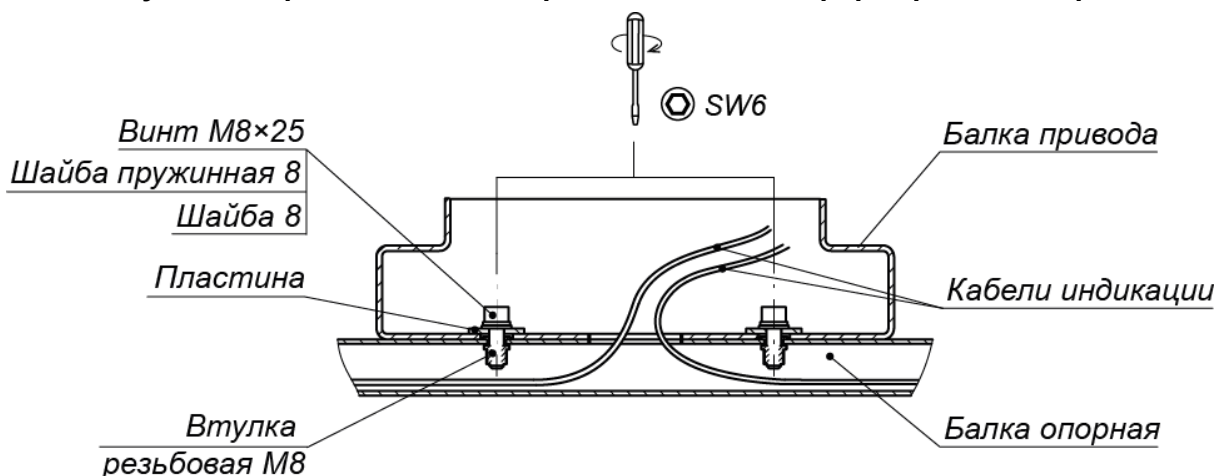

**Рисунок 15. Крепление балки опорной к секциям формователя прохода**
- Установите секции (6) формователей прохода на установочную поверхность, ориентируя отверстия в опорных фланцах по расположению анкеров. При этом левая и правая секции каждого ИУ турникета должны быть правильно выставлены и сориентированы: блоки индикации формователей должны быть развернуты наружу (см. рис. 2) и учтено расположение на секциях мест крепления опорной балки (см. рис. 15).
14. Установите балки опорные (7) на секции (6) формователей прохода, каждую в следующем порядке (см. рис. 15):
15. Распакуйте балку привода (9) с крышкой (10) (ящик №1).
16. Произведите монтаж балки привода (9) (работайте вдвоем!):
- Снимите крышку (10) с балки привода (см. разд. 6).
- Используя две стремянки, осторожно установите балку сверху на турникет, при этом шпильки, расположенные на секциях (6) формователей прохода, должны попасть в соответствующие отверстия в балке. Будьте внимательны – не повредите соединительные кабели!
- Придерживая балку, осторожно приподнимите ее с одной стороны и пропустите концы кабелей индикации (14) из балки опорной (7) в соответствующие отверстия балки привода. Временно закрепите их внутри балки (к примеру, с помощью скотча). Те же самые действия произведите с другой стороны балки.
20. Закройте пластиковыми заглушками Ø16 отверстия для винтов соединения секций ротора (2) и отверстия крепления балки опорной (7) к секциям (6) формирователя прохода (см. рис. 15 и 19).